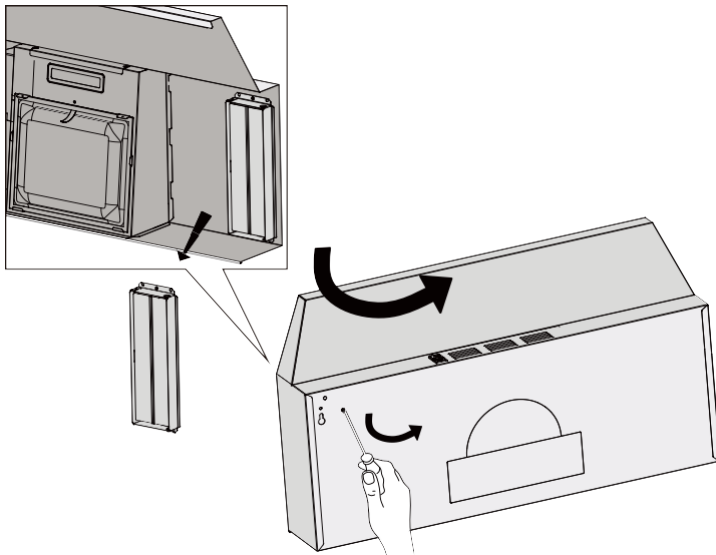

Figure 2
- Dévisser le registre rectangulaire situé sous la hotte, en retirant les vis supérieures (voir figure 2).